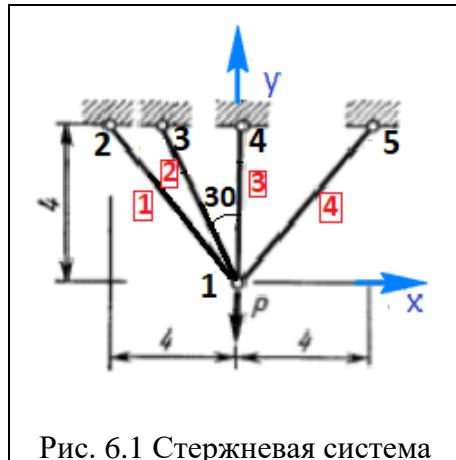
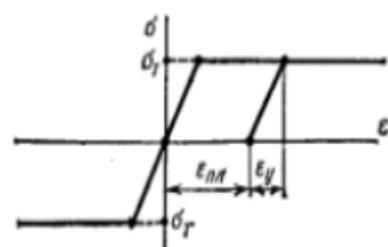

Рис. 6.1 Стержневая система
Рис. 6.2 Диаграмма Пранделя.
6. Определить предельные нагрузки для стержневой системы (рис.6.1), работающей в упругопластической стадии. Материал системы подчиняется диаграмме Прандтля (рис.6.2).